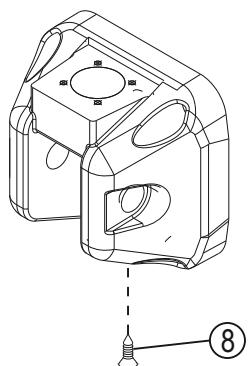

Fig. 7 / Abb. 7
La regolazione della forza di spinta è affidata alle valvole di regolazione (Part. 4 e 5 Fig. 7). Consigliamo l'uso di un misuratore di forza. Con la valvola color oro si regola la forza in chiusura, con la valvola color argento si regola la forza in apertura. I pistoni Blues sono tutti regolati per una spinta lineare pari a 200kg.
N.B. Una volta installato il pistone, allentare la vite di sfioro (Part. 8 di Fig.7)
Le réglage de la force de poussée est assuré par les soupapes de réglage (Pos. 4 et 5 Fig. 7). Nous conseillons d'utiliser un mesureur de force. La soupape couleur or règle la force en fermeture tandis que la soupape couleur argent règle la force en ouverture.
N.B. Une fois le piston installé, desserrer la vis de purge (Pos. 8-Fig.7)